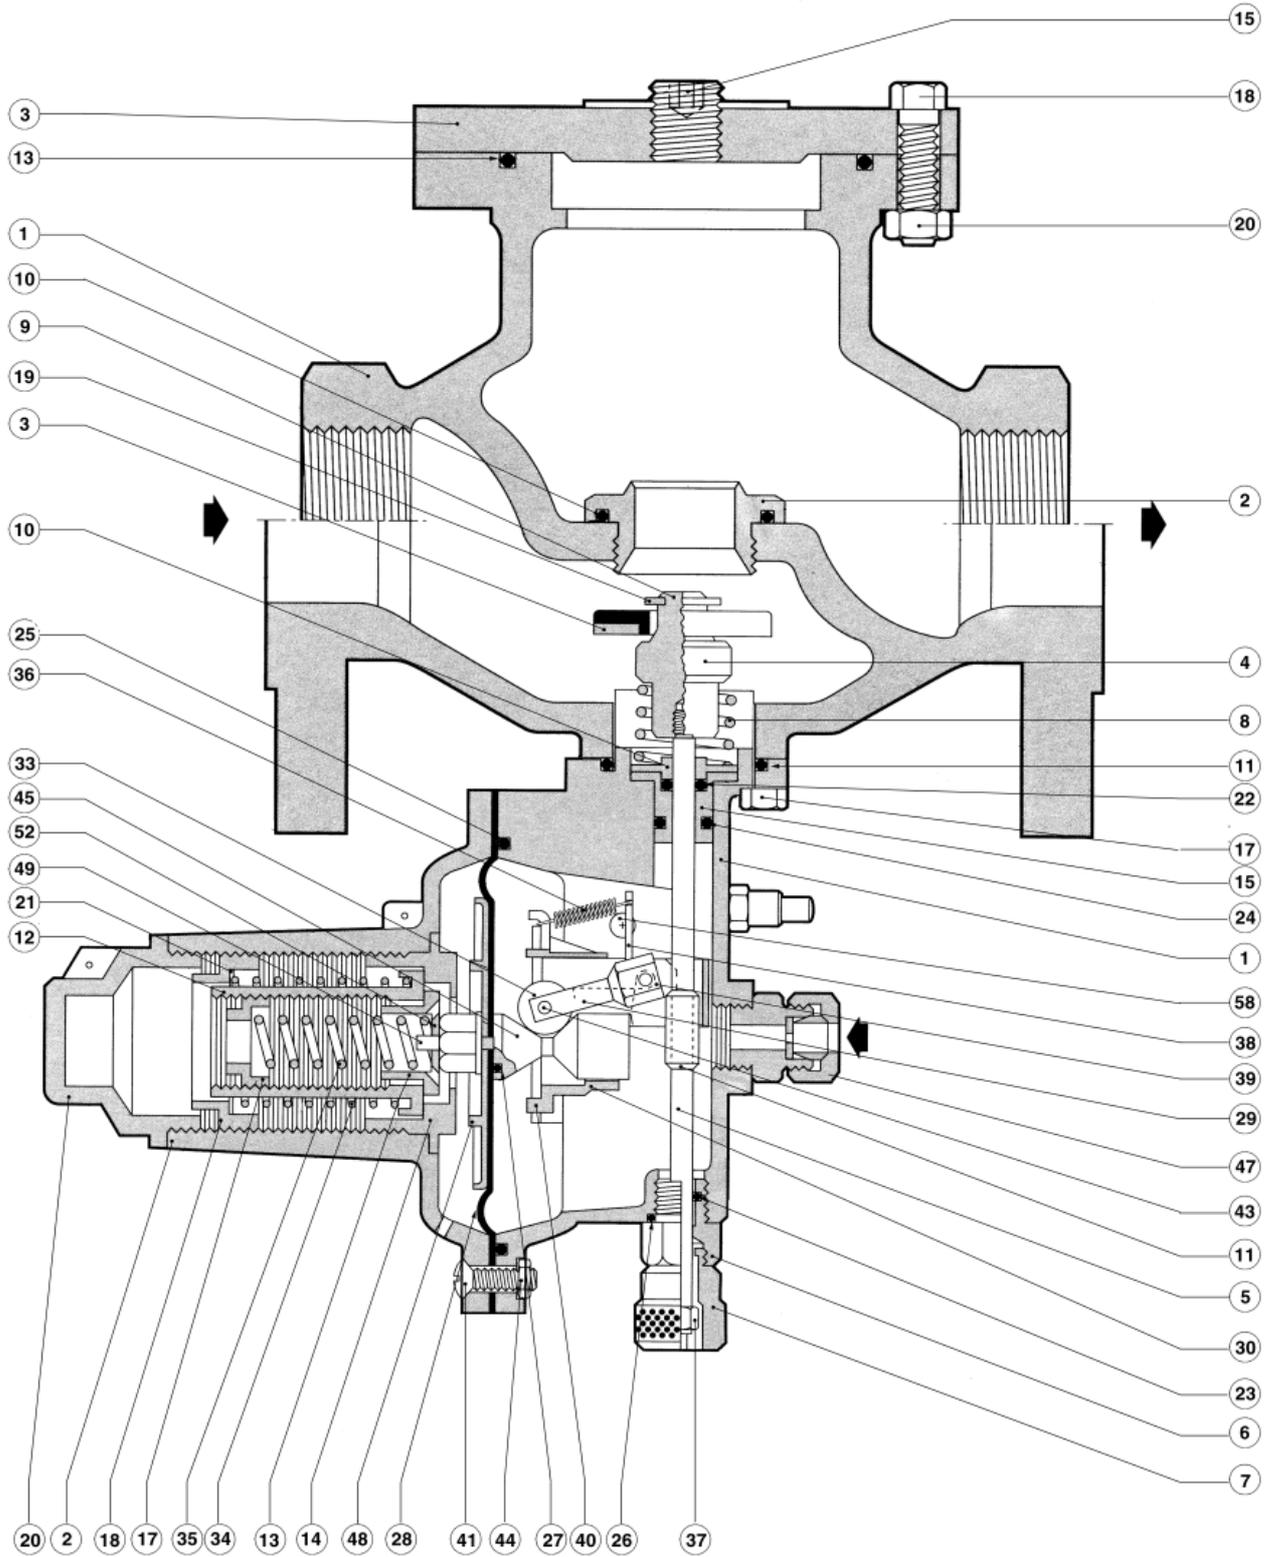

Fig. 8
5.1 TAB. 2 VALVOLA DI BLOCCO DI LOCK (FIG. 8)
5.1 TAB. 2 DI LOCK SLAM-SHUT (FIG. 8)
(Le posizioni si riferiscono alla fig. 8)
(The positions refer to fig. 8)